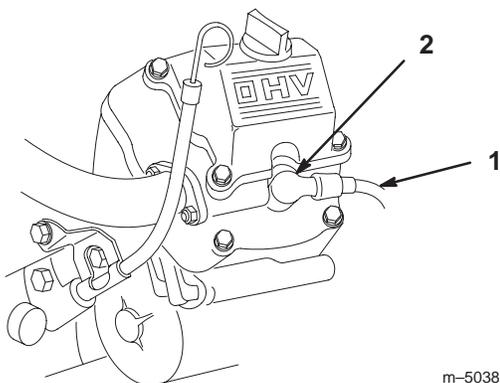

Figure 42
2. Nettoyez la surface autour des bougies pour éviter que des impuretés endommagent le moteur en tombant à l'intérieur. Débranchez les fils des bougies (Fig. 42).
3. Connectez les fils aux bougies (Fig. 42).